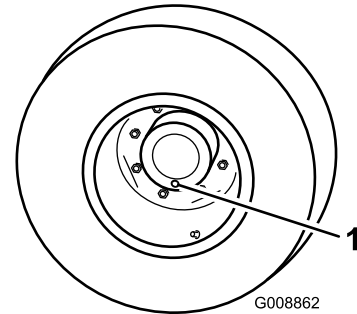

Figura 55
- Con la máquina en una superficie nivelada, coloque una rueda de manera que uno de los tapones de verificación esté en la posición más baja (posición de las 6) (Figura 55).